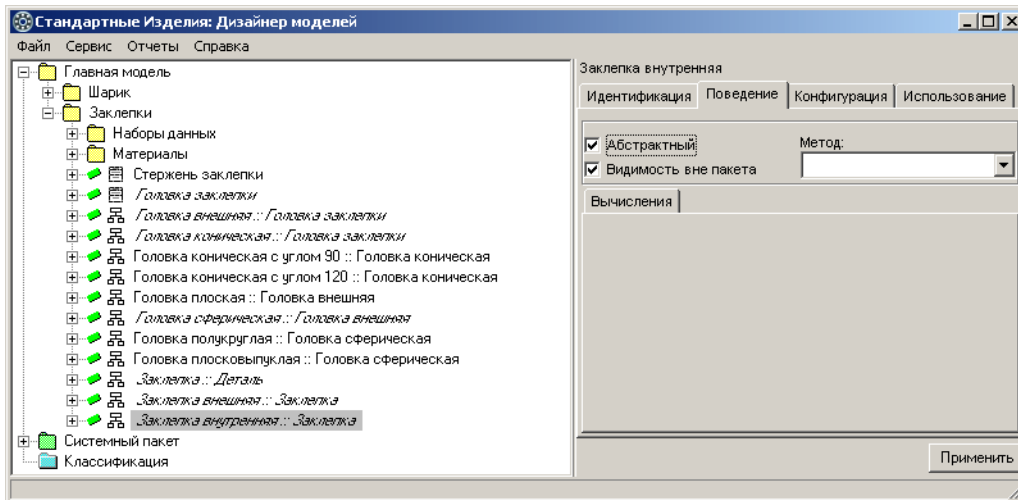

Рис. 4.122.
3. Раскройте вкладку **Поведение** и включите опцию **Абстрактный** (рис. 4.122).